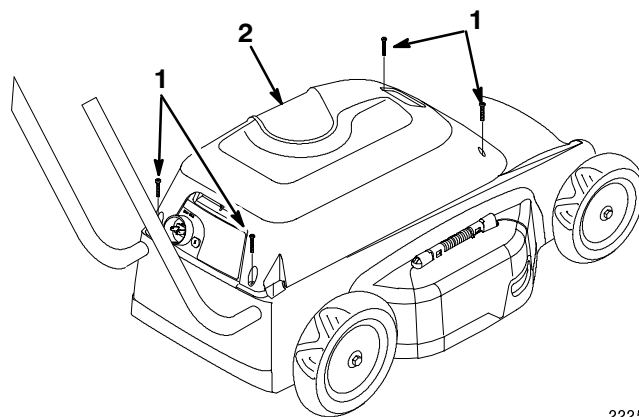

Figure 23
- Retirer le capot (Fig. 23) et débarrasser l'intérieur des débris à l'aide d'une brosse, d'un aspirateur ou d'air comprimé.
1. Retirer les quatre vis du capot (Fig. 23). Déposer le capot.